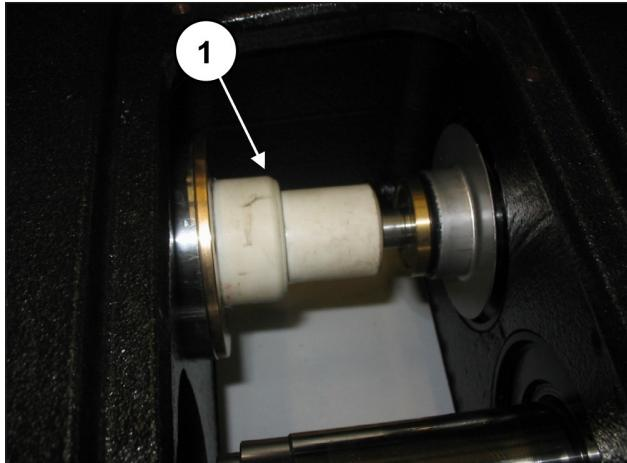

Fig. 141
Insira a ferramenta do tampão cód. 27516600 entre a guia do pistão e o pistão (pos. ①, Fig. 141).